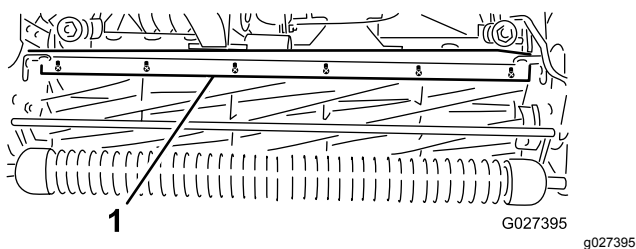

Figura 59
1. Afloje los tornillos que fijan la barra superior (Figura 59) a la unidad de corte.